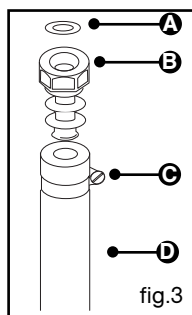

fig.3
- soit, **dans le cas d'une installation existante**, par tube souple d'un diamètre intérieur de 6 mm (fig.3) monté sur un about approprié équipé de colliers de serrage à ses deux extrémités.
- soit, **dans le cas d'une installation existante**, par tube souple d'un diamètre intérieur de 15 mm (fig.3) monté sur un about approprié équipé de colliers de serrage à ses deux extrémités.